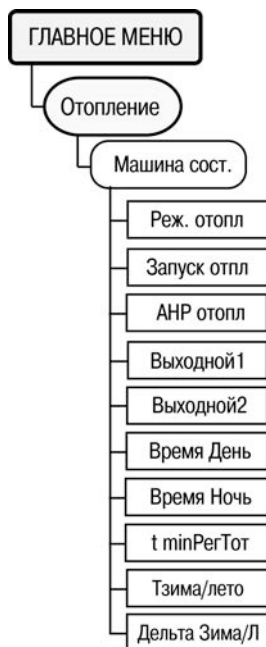

Рисунок 6.15
6.11.20 **Машина состояний** отвечает за выбор необходимого режима работы контура отопления в составе системы. Для корректной работы контроллера в системе необходимо задать значения параметров, описывающих эксплуатационные параметры системы. Для задания параметров **Машины состояний** служит пункт меню //Отопление/Машина сост. (рисунок 6.15).